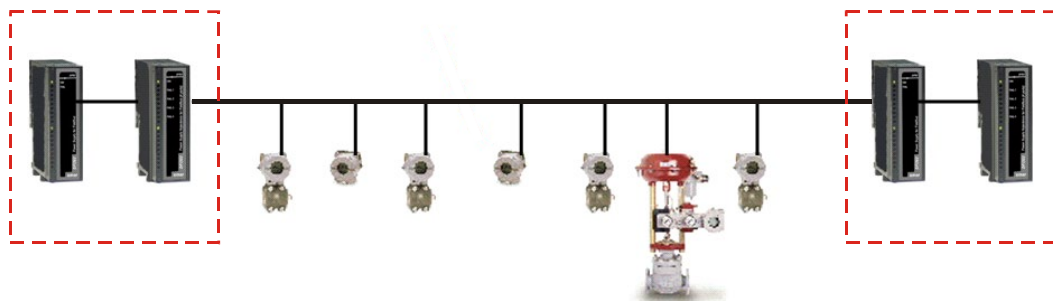

Figura 3.28 – Fontes e PSI duplos
- b) Fontes de alimentação e impedância ativa duplas (veja Figura 3.28), onde em um rompimento do cabeamento tem-se: